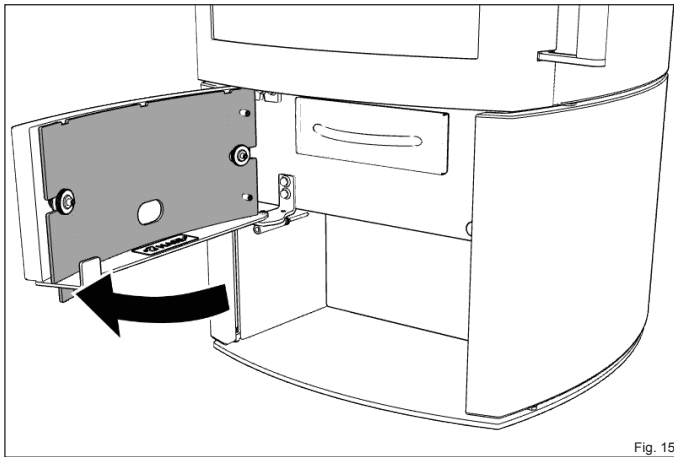

Fig. 15
- ▶ **Open the service door (Fig. 15).**